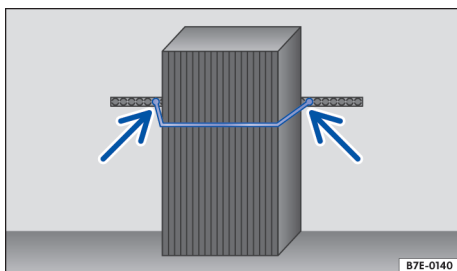

Fig. 130 Representação esquemática: fixar o volume de bagagem. ▶
- Passar o cinto de retenção ao redor do volume de bagagem → Fig. 130 e fixar nos olhais de amarração (setas).